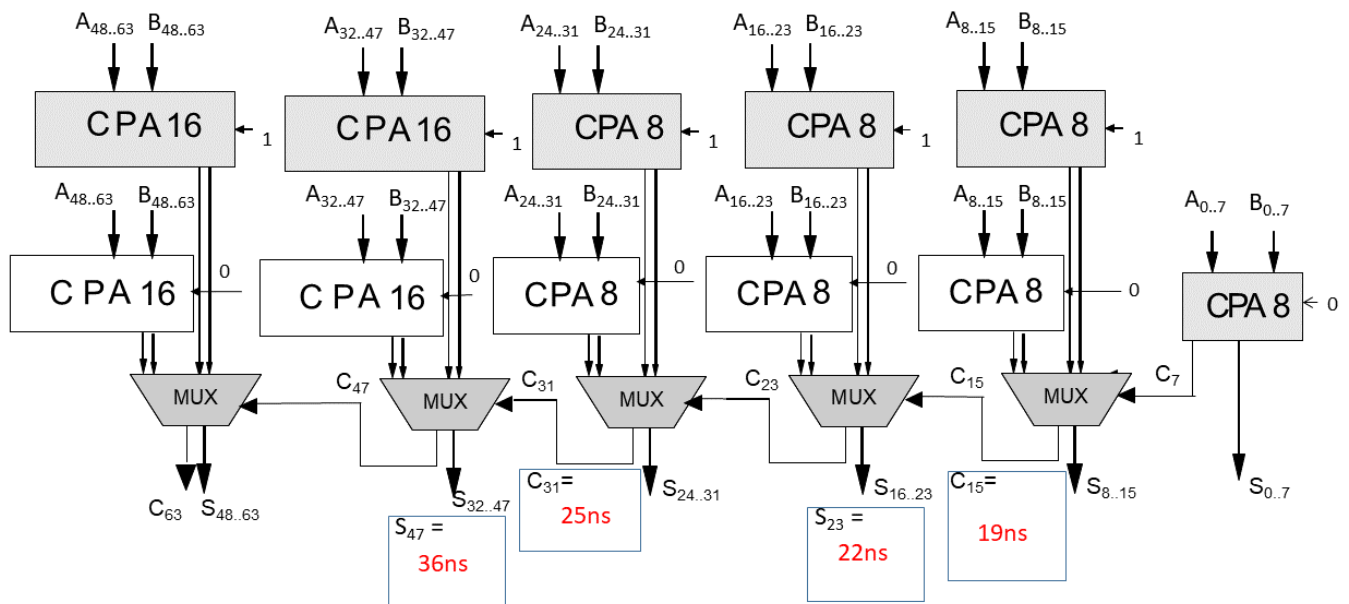

Figura 2
4. (1 punto) La figura 2 muestra un sumador para números enteros de 64 bits, basado en la técnica CSA (Carry Select Adder). Para ello, utiliza sumadores CPA (Carry Propagated Adder) como los vistos en clase de 8 y 16 bits. Asumiendo que cada CPA está compuesto por celdas sumadoras tipo FA (Full Adder) que implementan la Suma y el Acarreo a partir de sus funciones lógicas y el retardo de puerta es de 1ns (para todo tipo de puerta) y que cada uno de los multiplexores tiene un retardo correspondiente a 3 puertas lógicas, responda: